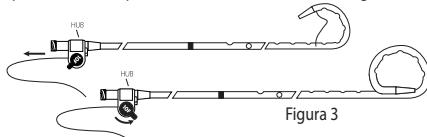

Figura 3
- Tirare la sutura fino a che si forma il pigtail desiderato. Non stringere eccessivamente il pigtail perché questo potrebbe danneggiare il catetere. Ruotare il meccanismo di bloccaggio della sutura in posizione distale per tenere ferma la sutura. Vedere figura 3.